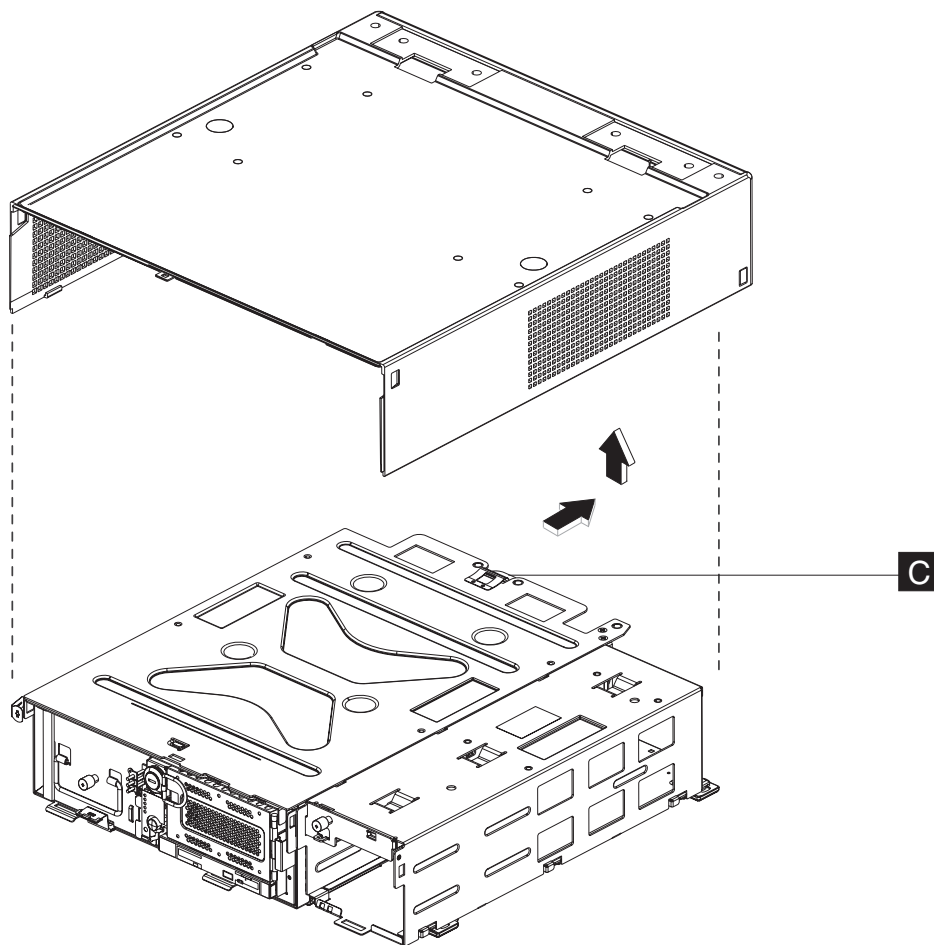

图 39. 卸下顶盖
4. 找到位于顶盖后部中央的金属固定夹（图 39 中的 **A**）。向下按这个夹子，并将盖子向后推几英寸，然后向上抬起以卸下。